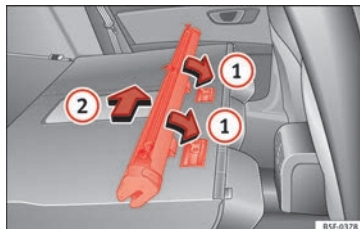

Bild 169 Montering av avdelningsnätet i baksätets ryggstöd.
- Placera nätets hus i spåren i pilens riktning » **bild 169 1**.
- Skjut fodralet åt fordonets vänstersida i pilens riktning » **bild 169 2** och så långt det går.
- Dra ut nätfodralet ca 5 cm i pilens motsatta riktning » bild 169 ②.
- Ta bort fodralet från spåren genom att dra i pilarnas motsatta riktning » bild 169 ①.